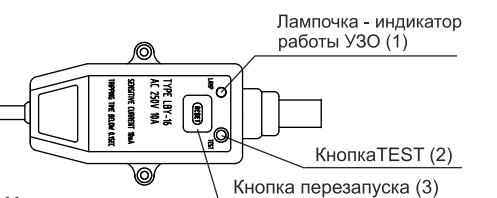

Рис. 11
**УЗО (устройство защитного отключения) (рис. 11)**
1. Подключите сетевой шнур к сети, индикатор (1) загорится.
2. Для тестирования нажмите кнопку (2), напряжение перестанет подаваться, индикатор (1) погаснет и кнопка перезапуска (3) поднимется вверх.
3. Для перезапуска нажмите кнопку (3), напряжение опять начнет подаваться и индикатор (1) загорится.